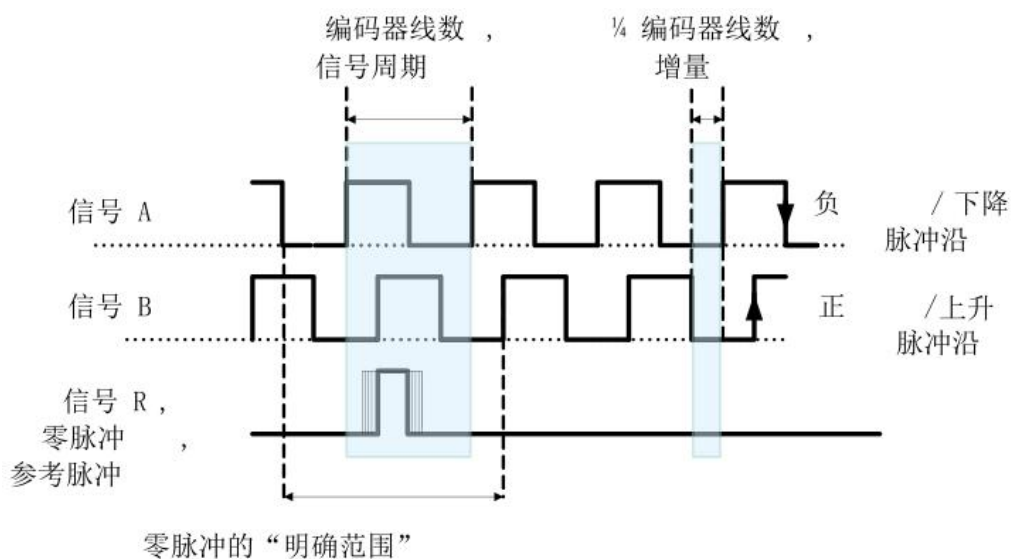

图 1 HTL、TTL 信号波形图
- 如下功能适用于 SMC30 模块和采用内部编码器检测的控制单元，针对信号波形如图 1 所示的 HTL、TTL 方波编码器。